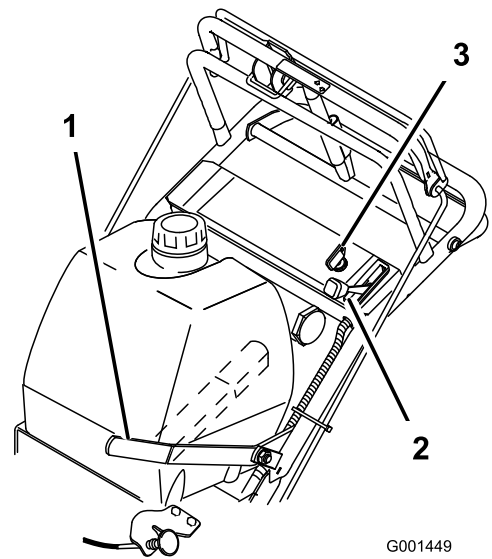

Figura 8
5. Gire la llave de contacto a la posición de Marcha (Figura 8).
8. Tire del mando del estárter a la posición de activado si el motor está frío (Figura 8).
1. Mueva la palanca del acelerador a la posición Lento (Figura 8).
3. Gire la llave en el sentido a la posición Desconectado (Figura 8).